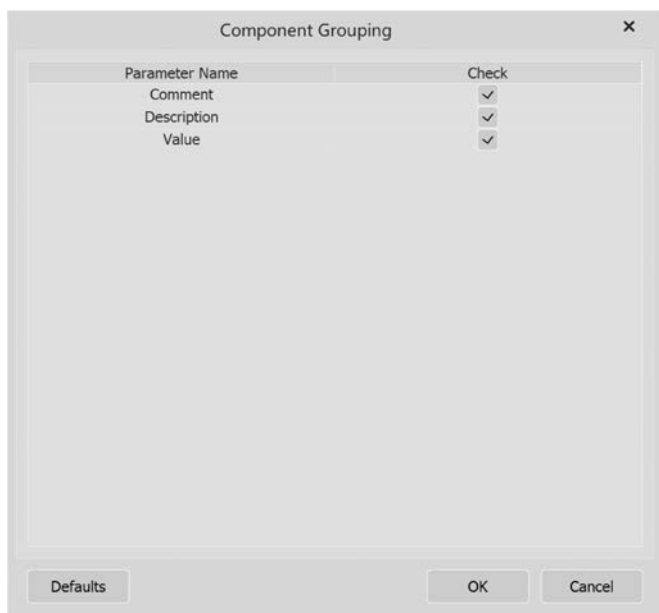

图 5-47 “Component Grouping”对话框
(1) 打开项目“USB 采集系统. PrjPCB”中的任一原理图文件,进入电路原理图的编辑环境。这里打开“Cpu. SchDoc”原理图文件。
(2) 单击菜单栏中的“设计”→“生成原理图库”命令,系统自动在本项目中生成相应的原理图元件库文件,并弹出如图 5-47 所示的“Component Grouping”对话框。单击“OK”按钮,弹出如图 5-48 所示的“Information”对话框中,提示用户当前项目的原理图项目元件库“Cpu. SchLib”已经创建完成,共添加了 13 个库元件。